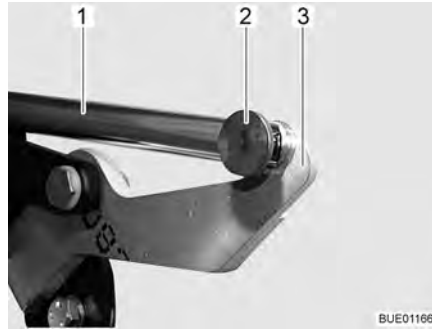

Bild 102 Drivning
- Ta bort förbindelsen (t.ex. sprinten och stiftet) (Bild 102,2) mellan skjutstången (Bild 102,1) och armen (Bild 102,3).